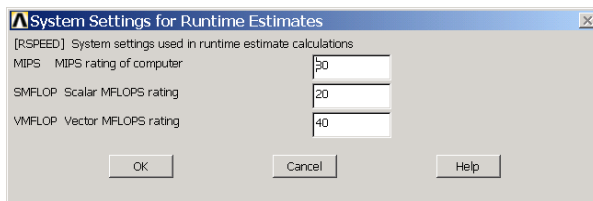

图5.55 获得系统运算的速度信息
(1) 单击 Main Menu>Run-Time Stats>System Settings 菜单，弹出如图 5.55 所示的【System Settings for Runtime Estimates】对话框。其中【MIPS】为每秒钟执行的指令数，以百万条计；【MELOPS】为每秒钟进行的浮点运算数，以百万条计。如无需修改单击【OK】按钮。